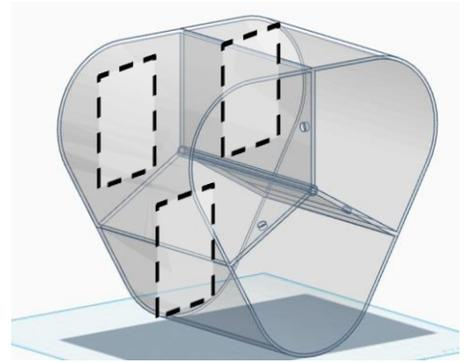

図19 レボルバー案③
案②の輪ゴムの代わりに、ばねの弾性力を利用する。ばねは図19のようにレボルバーの底面につける。